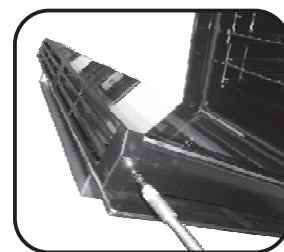

Figura 3
- Remova os parafusos como se mostra na figura 3